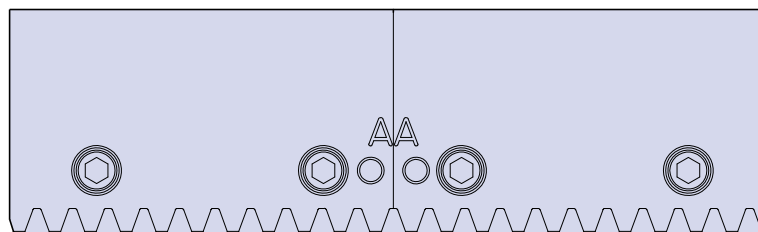

Figura 3
6. Coloque el segundo tramo de la guía sobre la superficie de montaje, contra el registro trasero. Asegúrese de que en las uniones las marcas a ambos lados de la guía se correspondan, tal y como se indica en la Figura 3.